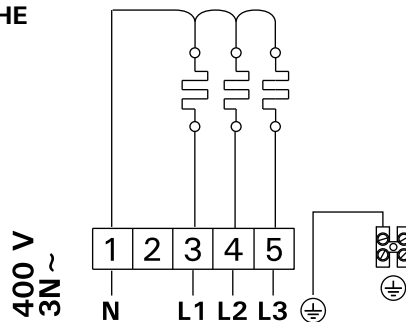

Рисунок 5. Электрические подклрчннй
- В качестве кабеля (рис. 5: А) следует использовать резиновый кабель типа HO7RN-F или подобный. **ВНИМАНИЕ! Использование изолированного ПВХ кабеля запрещено вследствие его разрушения под воздействием тепла.**
- Кроме разъемов питания каменки РС оснащены также разъемом (Р), который делает возможным управление электрическим нагревом (см. рис. 5). Кабель управления электро-отоплением подводят прямо к розетке каменки и дальше с помощью резинового кабеля, равного по толщине кабелю подключения, к клеммнику.